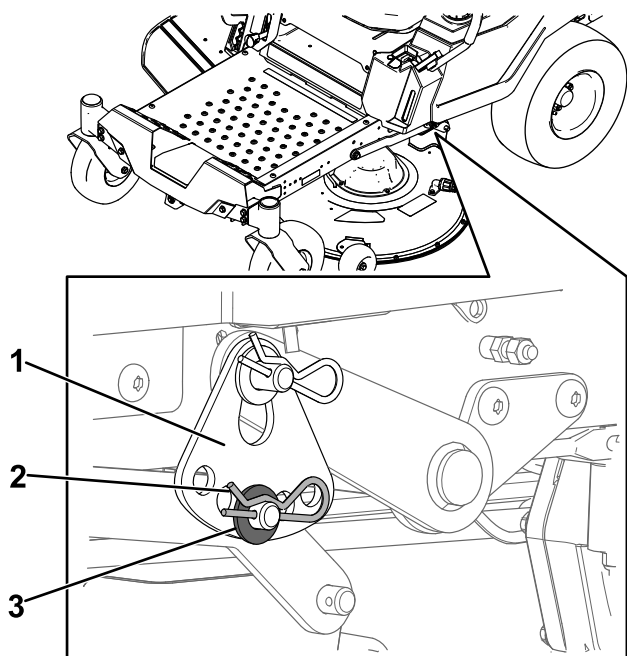

**Figure 61**
4. Placez deux cales de 6,6 cm (25/8 po) d'épaisseur chacune sous chaque côté du bord avant du tablier de coupe, mais pas sous les supports des galets anti-scalp (Figure 61).
5. Placez deux cales de 7,3 cm (27/8 po) d'épaisseur chacune sous le bord arrière de la jupe du tablier de coupe, une de chaque côté (Figure 61).